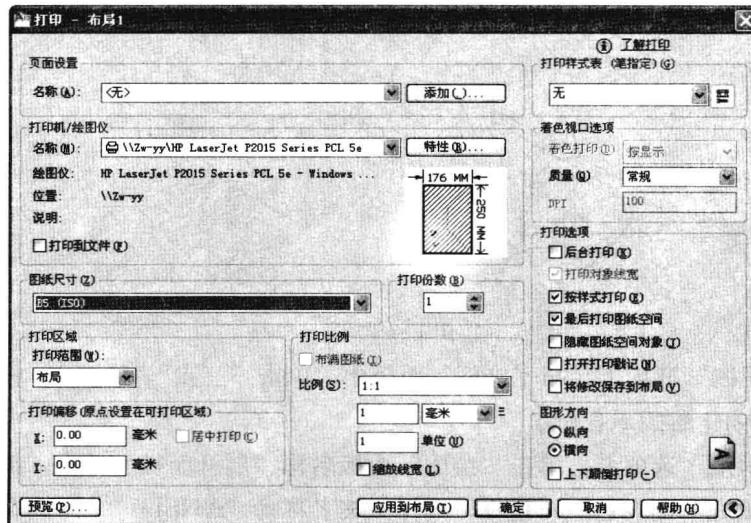

图 11-2-25
(1) 在状态栏中单击“模型”切换空间按钮，进入图纸空间，在界面顶端快速访问工具栏中，单击“打印”按钮 \square ，打开“打印”对话框，选择打印机，图纸尺寸选择 B5，如图 11-2-25 所示，依次单击“应用到布局”和“取消”按钮。